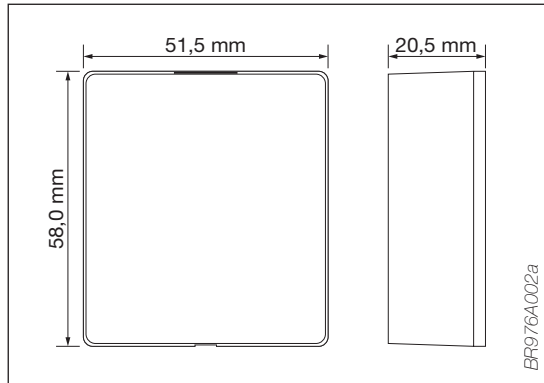

Fig. 4 - Dimensions connection box
- Abb. 4: Abmessungen der Anschlussdose
- Fig. 4 : Dimensions de la boîte de jonction